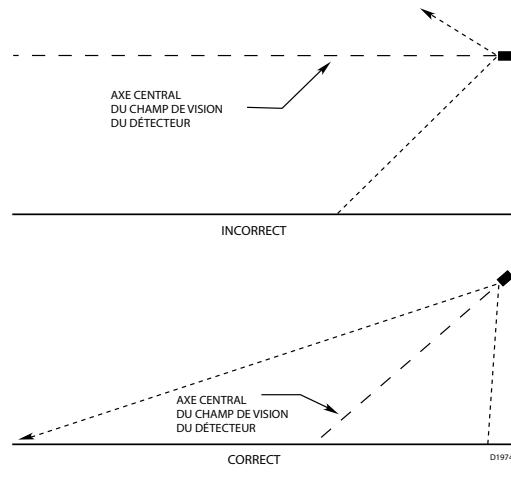

Figure 1 – Orientation du Détecteur par rapport à l'Horizontale
- Le détecteur devra être dirigé vers le bas (10 à 20° au minimum sous l'horizontale) pour permettre à la lentille d'être drainée (voir Figure 1). **Le détecteur devra être positionné de façon à ce que son CdV ne recouvre pas d'autres zones en dehors du risque.** Ceci permettra de minimiser le risque de fausses alarmes provoquées par des activités en dehors de la zone nécessitant une protection.
(Voir la Figure 1 pour l'Orientation Correcte du Détecteur)